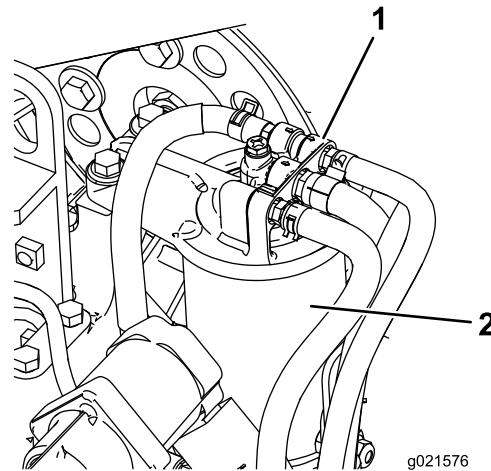

Bild 89
1. Reinigen Sie den Bereich um den Kraftstofffilterkopf (Bild 89).
2. Entfernen Sie den Filter und reinigen Sie die Befestigungsfläche des Filterkopfes (Bild 89).